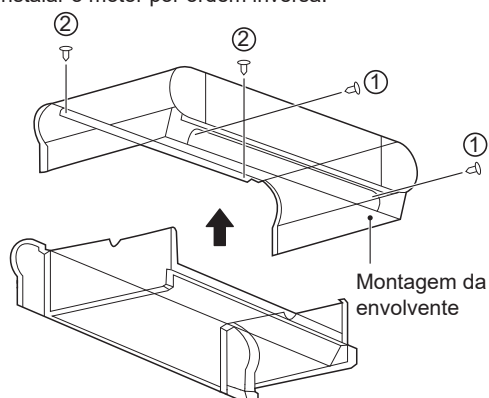

Figura 4-4 Remoção da envolvente
- Como mostrado na Figura 4-4, retire os parafusos ① * 2 e ② * 2 e, em seguida, a envolvente.